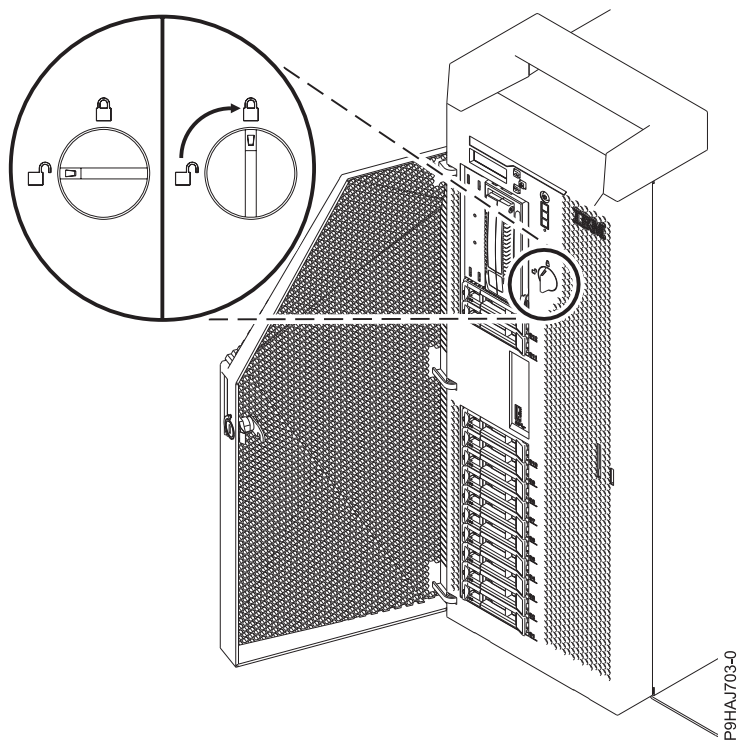

Figura 49. Cierre del pestillo de la cubierta frontal
4. Gire el pestillo de la cubierta hacia la derecha (en el sentido de las agujas del reloj) para bloquear la cubierta tal como se muestra en la Figura 49 en la página 72. En posición vertical está bloqueada, en posición horizontal está desbloqueada.